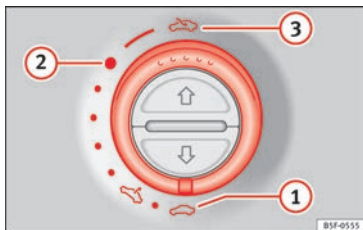

Abb. 11
- Öffnen: Drehen Sie den Schalter auf die Position » Abb. 11 (3).
- Komfortstellung: Drehen Sie den Schalter auf die Position » Abb. 11 (2).
- Schließen: Drehen Sie den Schalter auf die Position » Abb. 11 (1).